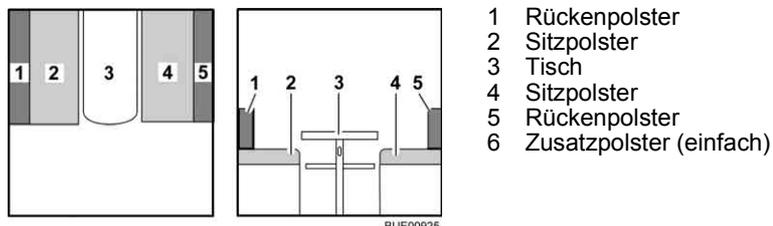

Bild 86 Vor dem Umbau
- Tisch (Bild 86,3) zum Bettunterbau umbauen (siehe Abschnitt 6.12).